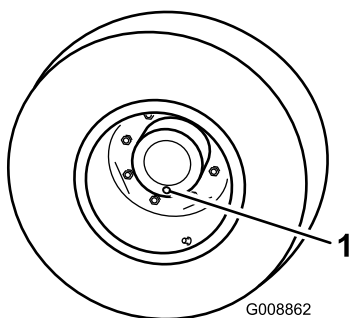

Figura 92
1. Coloque a máquina numa superfície nivelada, posicione uma roda de forma a que um dos tampões de verificação se encontre na sua posição mais baixa (6 horas) (Figura 92).